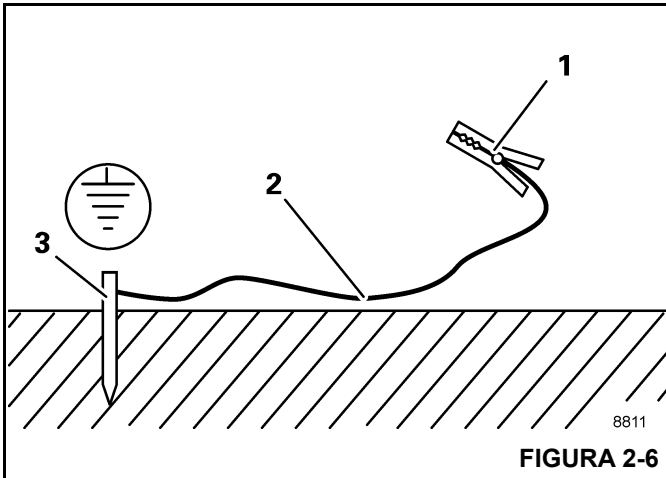

FIGURA 2-6
1. Entierre una varilla de metal (3, Figura 2-6) (de aproximadamente 2.0 m (6.6 pies) de largo) al menos 1.5 m (5 pies) en el suelo.
2. Humedezca la tierra alrededor de la varilla de metal (3) para obtener una mejor conductividad.
3. Sujete con abrazadera un cable aislado (2) a la varilla metálica (3), sección transversal de por lo menos 16 mm2 (0.025 pulg2) (AWG 5).
4. Conecte el extremo libre del cable con una abrazadera (1) a un lugar del marco que sea buen conductor eléctrico.